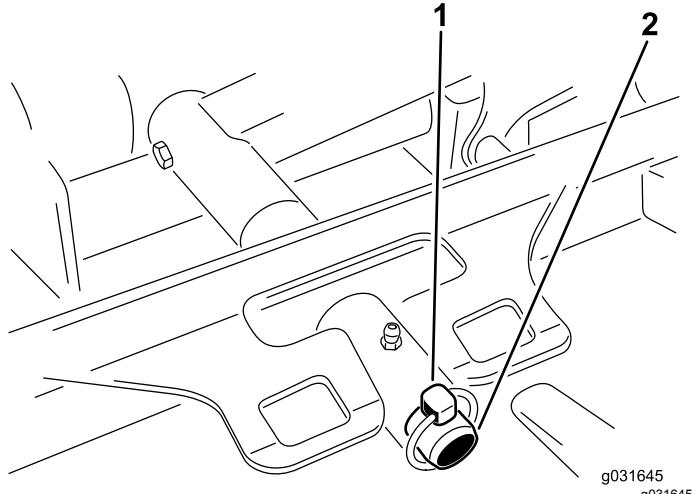

Рисунок 70
- Снимите шплинт с кольцом или крепежную гайку, с помощью которых несущая рама режущего блока крепится к оси поворота подъемного рычага (Рисунок 70).
- Наденьте несущую раму режущего блока на ось поворота подъемного рычага и закрепите ее шплинтом с кольцом или крепежной гайкой (Рисунок 70).